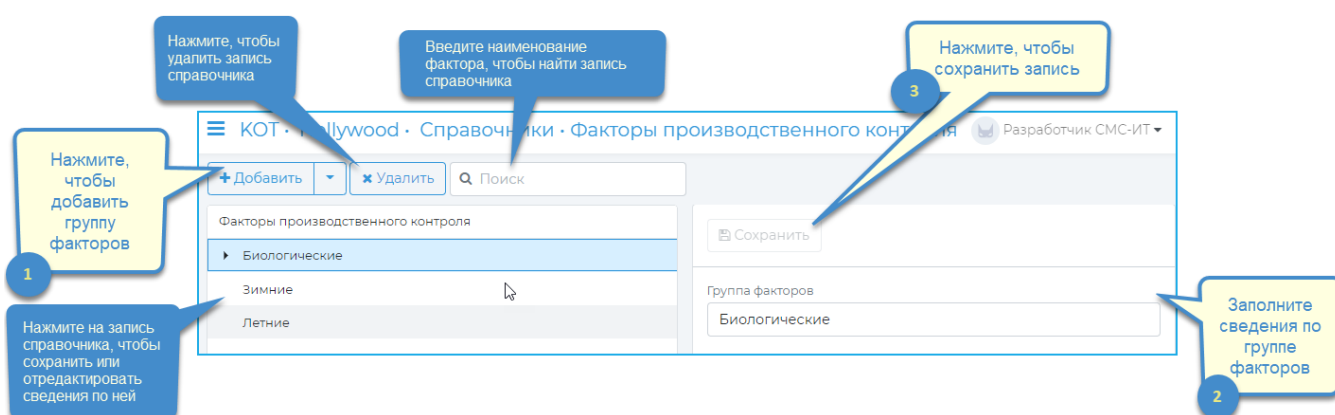

Рисунок 215 – Справочник «Факторы производственного контроля» в режиме «Группы факторов»
- **«Группы факторов»**. В этом режиме можно просмотреть, а также добавить, редактировать или удалить какую-либо из групп факторов производственного контроля (Рисунок 215).